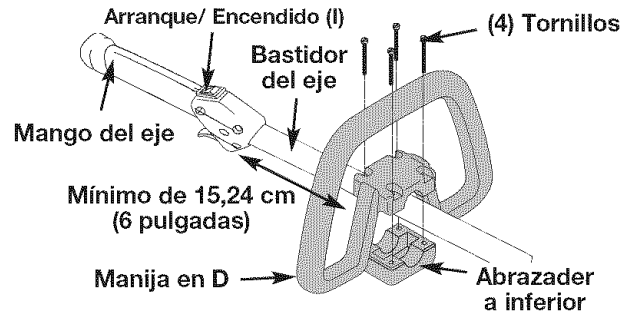

Fig. 1
1. Coloque la manija en D por encima del bastidor del eje y sobre la abrazadera inferior (Fig. 1). Colóquela a un mínimo de 6 pulgadas desde el extremo del puño del eje.